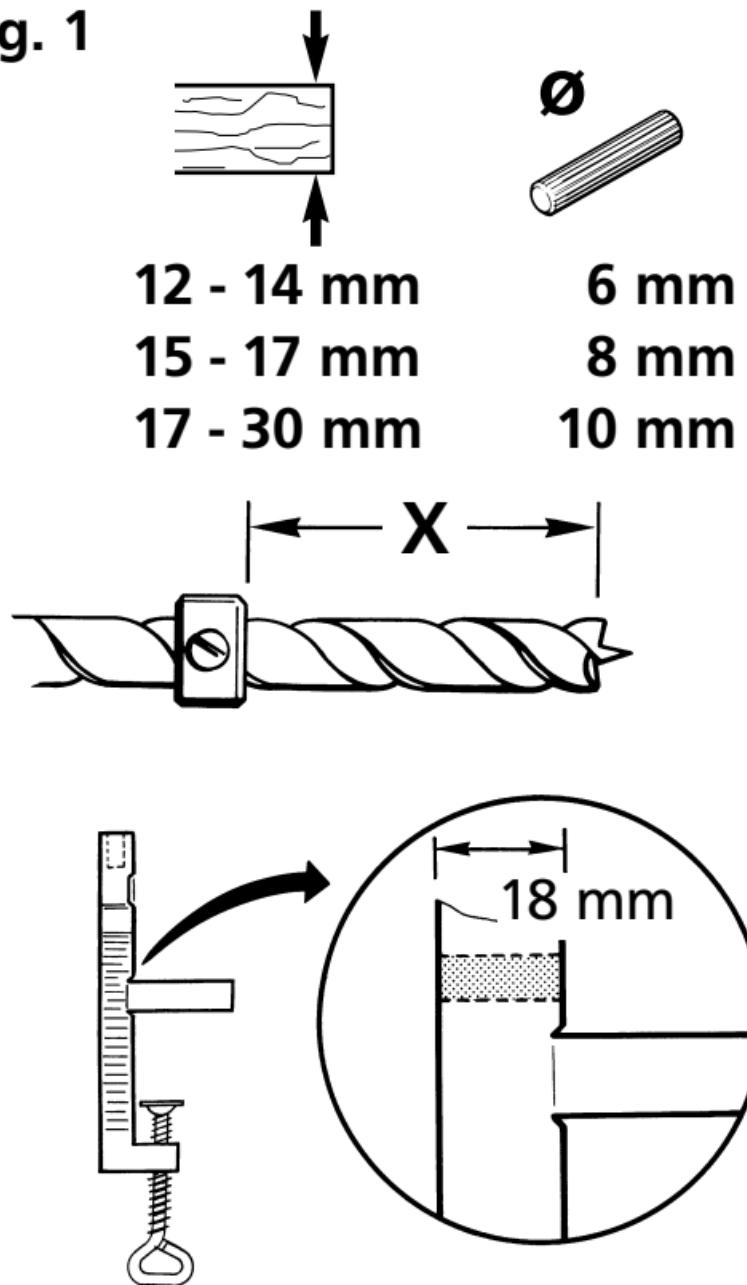

Fig. 2
1. Eck- und T-Verbindungen (**Fig. 2 und 3**):
1. Corner- and T-joints (**Fig. 2 and 3**):